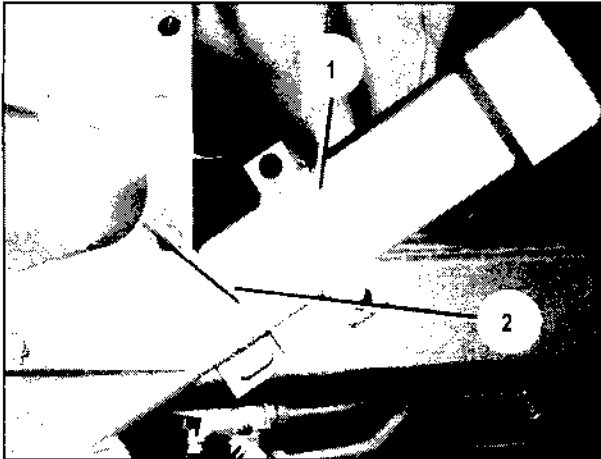

Bild 110
35. Steckbolzen herausziehen, Anhängerstützen (Bild 110/1) hochklappen.
Steckbolzen (Bild 110/2) einstecken und mit Federstecker sichern.